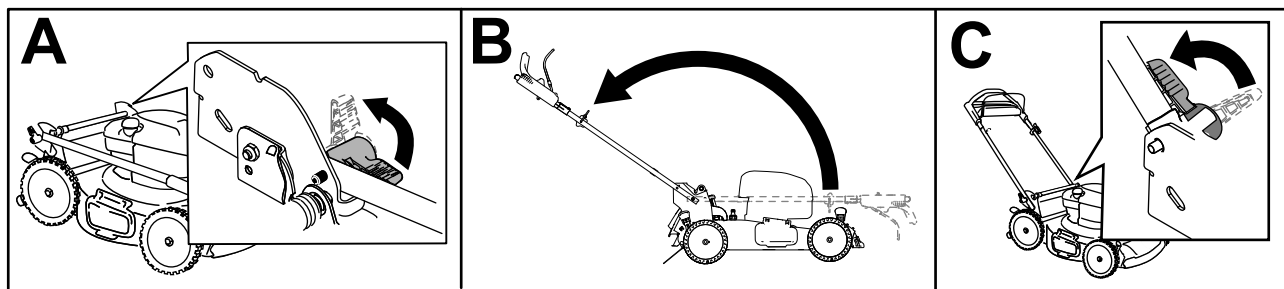

Bild 3
1. Entriegeln Sie den Holm (A in Bild 3).
2. Stellen Sie den Holm nach hinten in die Betriebsstellung (B in Bild 3).
4. Stellen Sie die Holmarretierung ein, bis der Stift einrastet und den Holm in der Betriebsstellung arretiert (C in Bild 3).